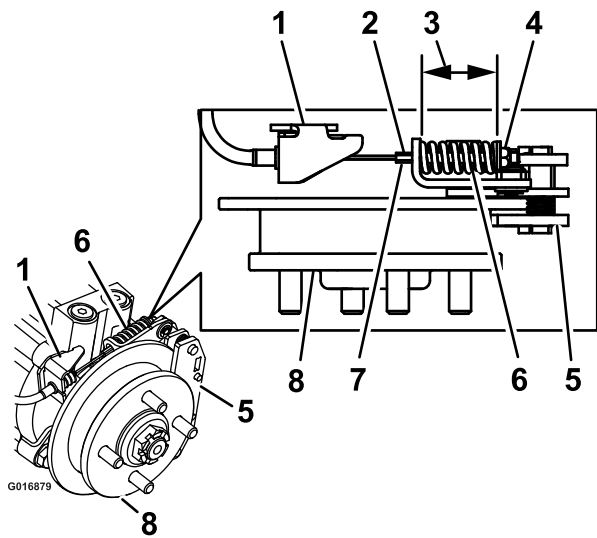

Bild 71
9. Halten Sie die Gewindestange mit einem Werkzeug fest und stellen Sie die Sicherungsmutter ein, bis die Federlänge zwischen 3,8 cm und 4,0 cm (1-1/2" und 1-9/16") liegt (Bild 71). Das Kabel darf sich nicht drehen, wenn Sie die Muttern lösen.